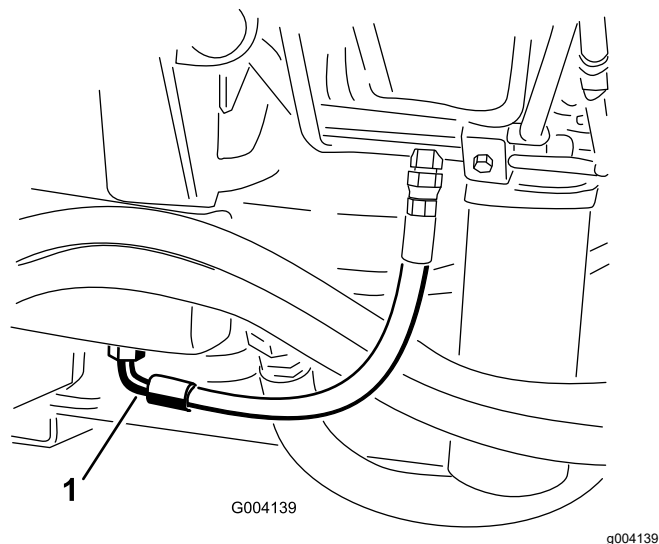

Figura 93
2. Collocate una bacinella di grandi dimensioni sotto il raccordo previsto sulla base del serbatoio del fluido idraulico (Figura 93).